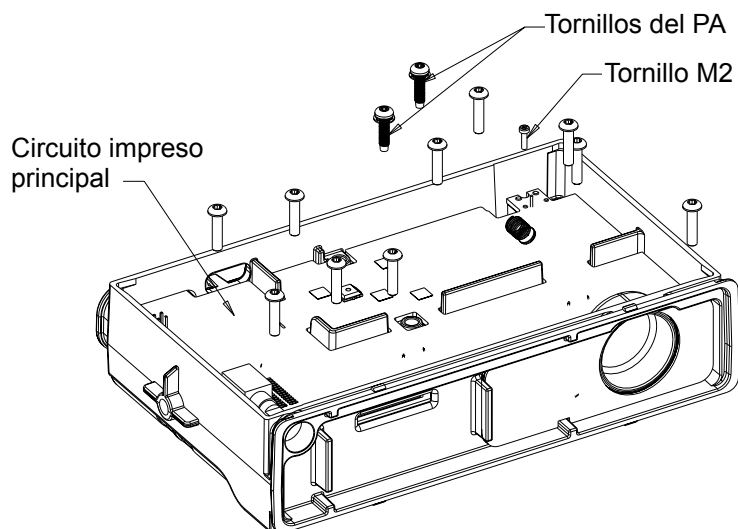

Figura 2-10 Desmontaje del retenedor del PA y del circuito impreso principal (para modelos de alta potencia)
1. Retire los tornillos del PA. Ver Figura 2-10.